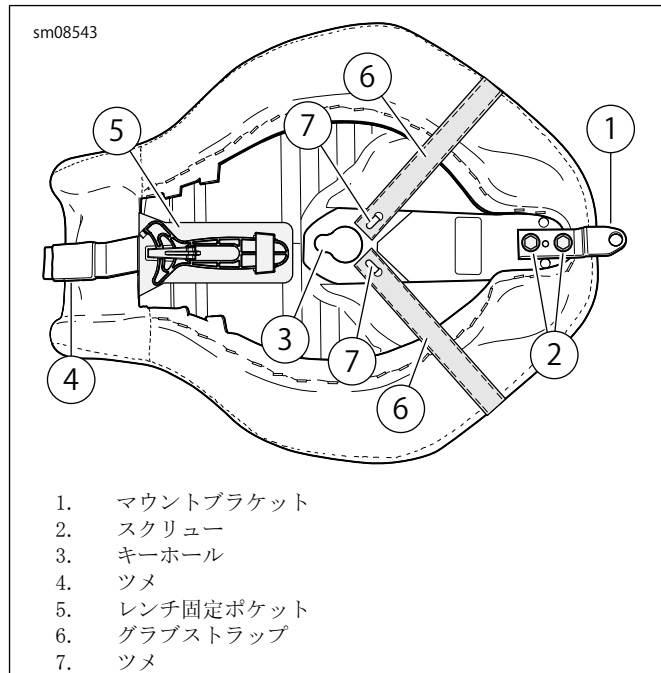

図3。ブラケット、スクリュー、ツメ、およびグラブストラップ
2. シートパンに保管したショック調整スパナが付属するモデルの場合は、スパナをOEシートから取り外します。「図3」を参照してください。スパナをレンチ固定ポケット(5)に取り付けます。
1. 「図3」を参照してください。グラブストラップ(6)をシートの底部に取り付けます。グラブストラップの片側をシートの下側にあるツメ(7)に引っ掛けます。シートにグラブストラップを掛けます。残りの側をもう一方のツメに引っ掛けます。
1. 「図3」を参照してください。新しいシート前部を所定の位置に曲げて、ツメ(4)がフューエルタンクマウントロケーション後部のスロットにはまるようにします。